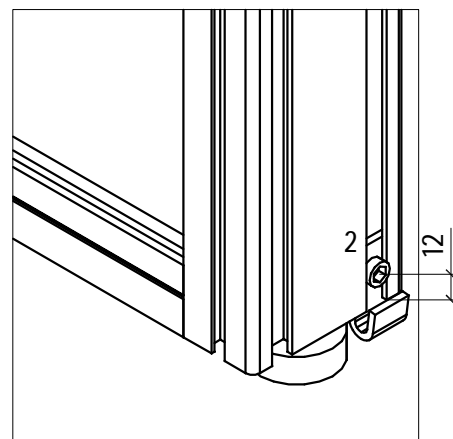

Рис. 1
1.1. На модуль (1), в соответствии с дизайн-проектом, со стороны стойки вставить в один из 2-х пазов (ориентируясь на стыковочный паз стойки вертикальной) и прочно закрепить установочным винтом М5х6 (8) фиксатор нижний (2) на высоте 12 мм (Рис. 1).